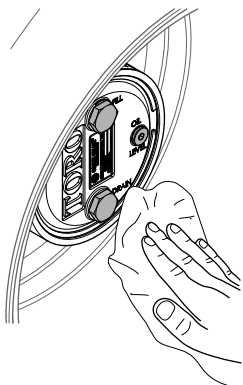

Figura 63
3. Limpie los alojamientos del freno y de los engranajes planetarios (Figura 63).